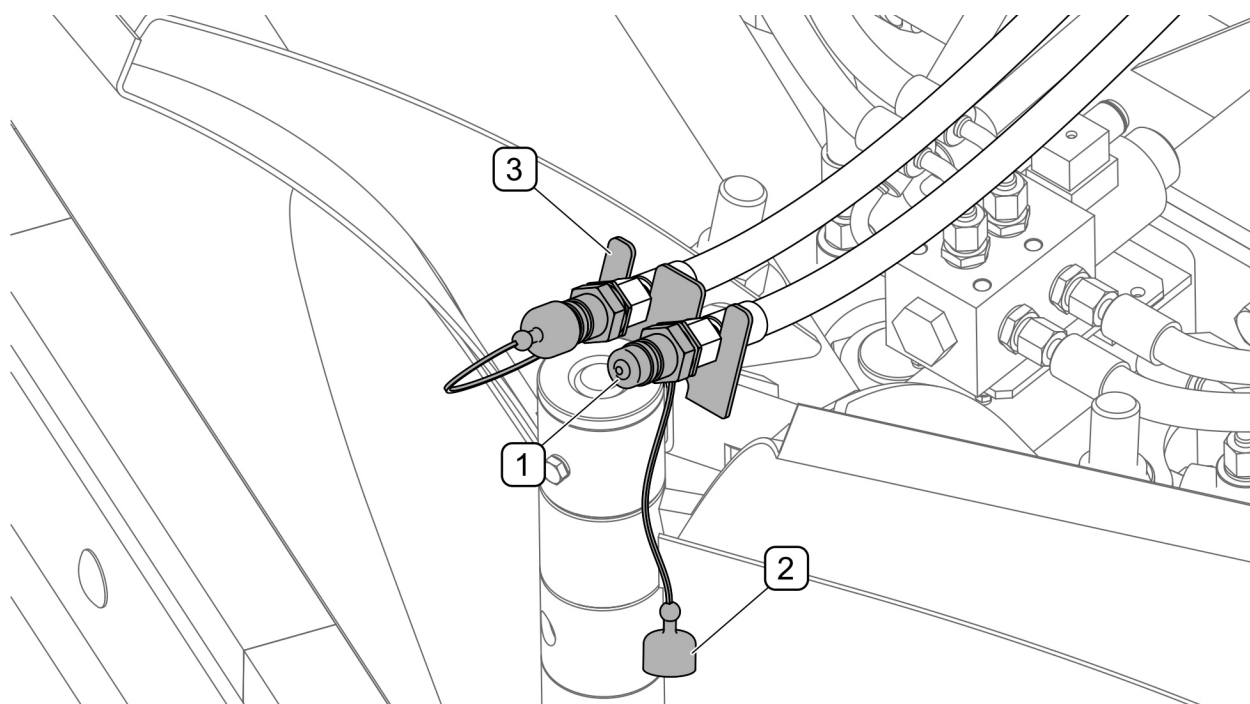

FIG 4.12 Sikring af stik på de hydrauliske udtag
- splitten (3) og tværsplitten (2) udtages, støttebenet (1) sænkes (hvis det forekommer), indstilles i korrekt højde og aflåses,
- stik på lynkoblinger og hydraulikledninger beskyttes mod tilsmudsning og placeres de rette steder på rammebeslaget (FIG 4.12)